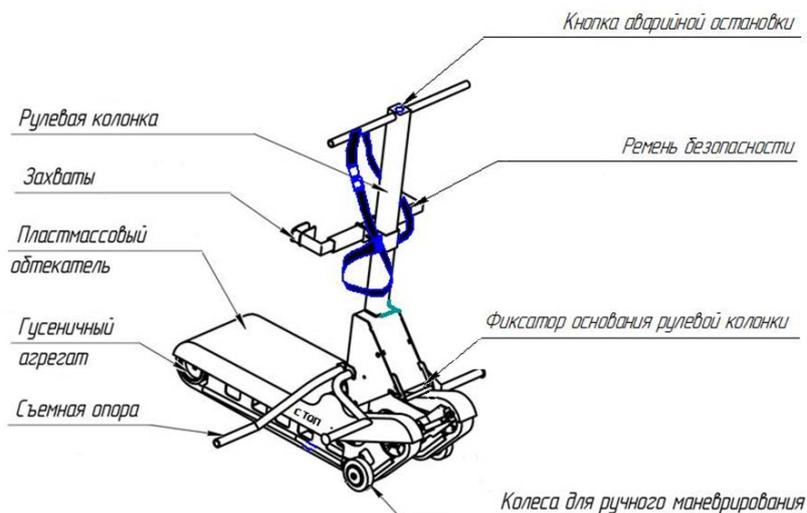
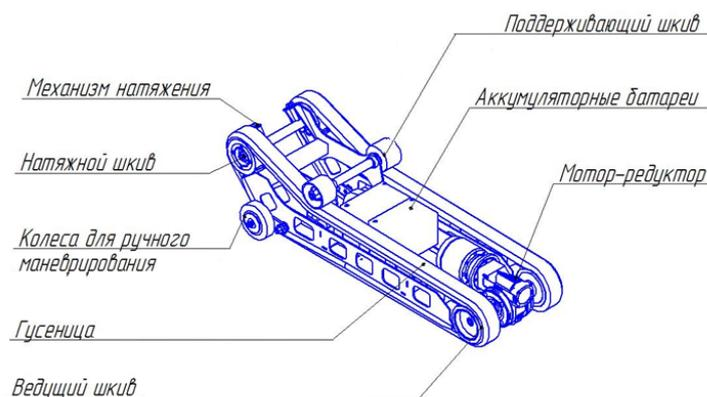

Рис.1. Подъемник Барс-УГП-130 без опциональной платформы
Рис.3. Подъемный агрегат без защитного кожуха
В этом случае кресло-коляска устанавливается на опоры для колес и закрепляется захватами за спинку коляску (Рис.1).
- **Подъемный агрегат** (Рис.3, 3а) выполняет функцию перемещения кресла-коляски с человеком по ступеням лестничных маршей. Подъемный агрегат закрытого типа, внутри которого размещен рабочий механизм с электрическим приводом.
В нижней части подъемного агрегата расположены по два колеса с каждой стороны, с помощью которых можно перемещать подъемник, от места установки на него кресла-коляски с человеком, до лестничного марша (Рис.3).
Рулевая колонка с основанием устанавливается и фиксируется на подъемном агрегате с помощью фиксатора основания рулевой колонки (Рис.1, Рис.4) и фиксируется предохранительным фиксатором рулевой колонки (Рис.7а)
- **Съемная опора** (Рис.1) выполняет функцию надежной фиксации колес кресла-коляски на основании рулевой колонки и безопасного перемещения подъемника по лестнице. Для каждого заднего колеса кресла-коляски предусмотрены две опорные трубы.
- **Блок аккумуляторов** (Рис.3) выполняет функцию автономного обеспечения электропитанием систем управления и электродвигателя рабочего механизма. Установлен на раме агрегата под пластмассовым обтекателем (Рис.1).
Рис.3а. Габаритные размеры подъемника в сборе